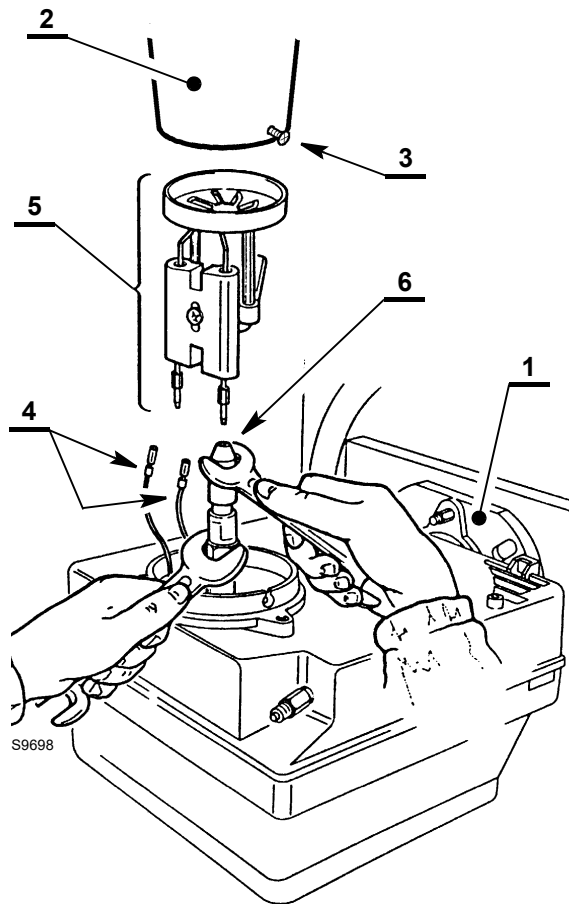

Fig. 24
2. måte (Fig. 24):
- Skift ut og fest og stram dysen 6) riktig som vist på Fig. 24.